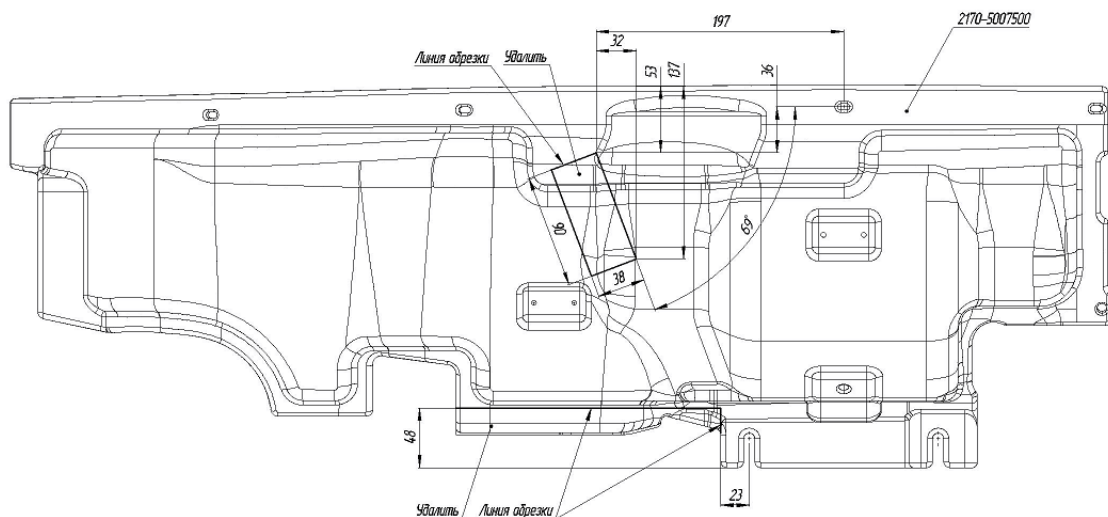

Рис.6. Эскиз доработки обивки шумоизоляционной правой 2170-5007500
3.13.23 Доработать обивку шумоизоляционную правую согласно Рис.6.